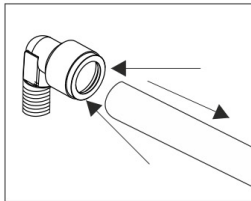

Abb. 2
- 2) Drücken Sie den Schnellkupplungsflansch symmetrisch und nehmen Sie das Rohr heraus (Abb. 2).